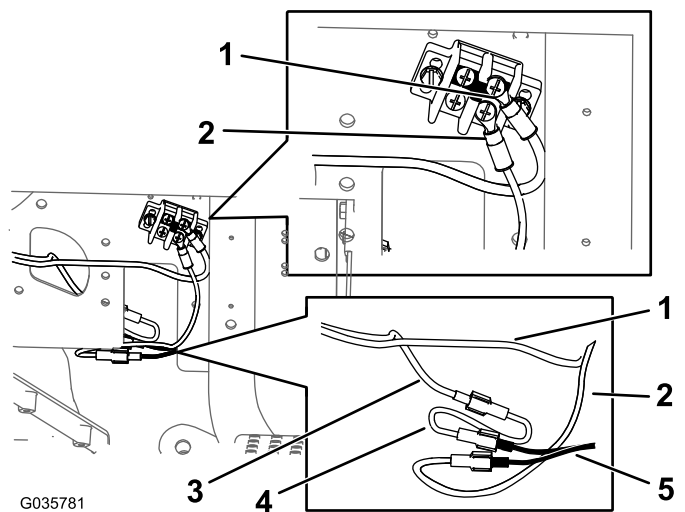

Figura 14
- C. Instale o terminal de anel da cablagem e a cablagem do adaptador de massa no bloco de massa (Figura 14).
- D. Ligue a cablagem do adaptador de alimentação à cablagem (Figura 14).